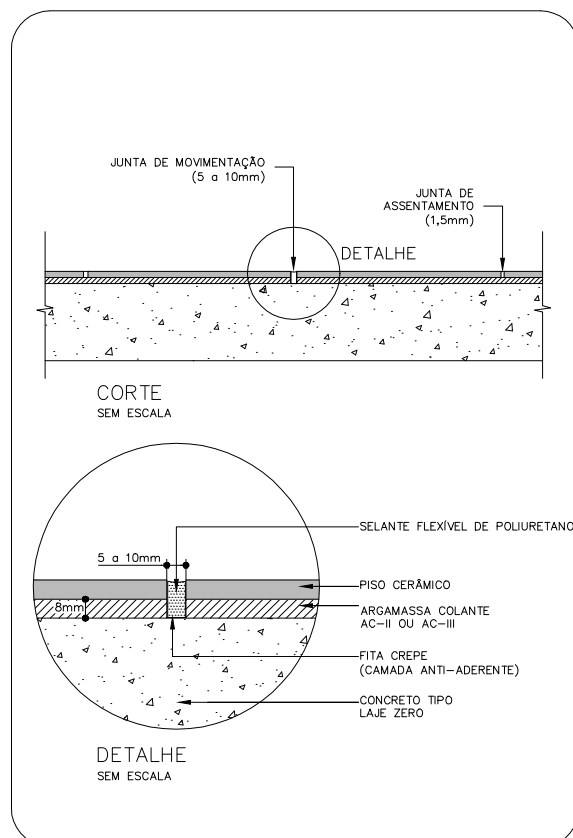

Figura 4:
- » Para assentamento direto sobre laje, as juntas de movimentação devem aprofundar-se somente na argamassa de assentamento. Colar fita "crepe" no leito das juntas formando uma camada antiaderente em todo o fundo. [Ver figura 4].
- O dimensionamento das juntas de movimentação e dessolidarização deverá estar de acordo com o item 5.1 da norma ABNT NBR 13753:1996.